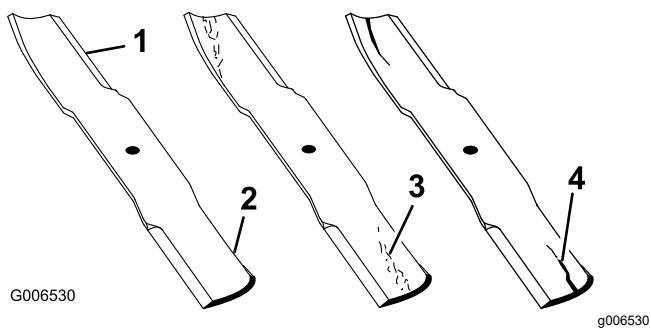

Figura 73
1. Ispécione as extremidades de corte (Figura 73).
4. Se verificar quaisquer fissuras, desgaste, ou a formação de ranhuras nesta área instale imediatamente uma lâmina nova (Figura 73).